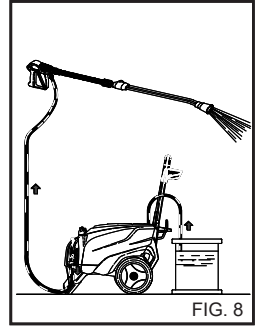

FIG. 8
После использования моющего средства система всасывания химиката должна быть промыта чистой водой. (fig. 8).
- 1) После использования мощного средства сполосните под давлением контур подачи воды: включите насос на 1 минуту с полностью закрытым дозировочным краном. (fig. 8)
- 4) После использования моющего средства сполосните под давлением контур подачи воды: включите насос на 1 минуту с полностью закрытым дозировочным краном. (fig. 8).